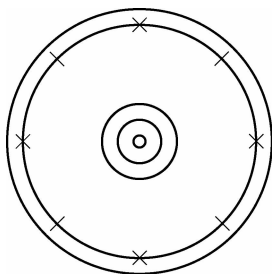

图 3-44 等分圆(一)
(6)将半径为 500 mm 的圆等分成 8 份,如图 3-44 所示。